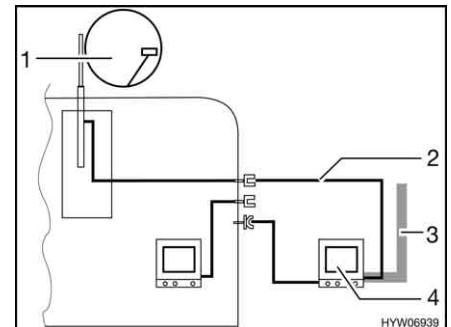

Fig. 103 TV dans l'auvent
- TV dans l'auvent (Fig. 103,4) : Raccord à l'antenne sur le toit (Fig. 103,1) avec câble d'alimentation (Fig. 103,2)
- TV dans l'auvent (Fig. 103,4) : Raccord à l'antenne extérieure (Fig. 103,3)